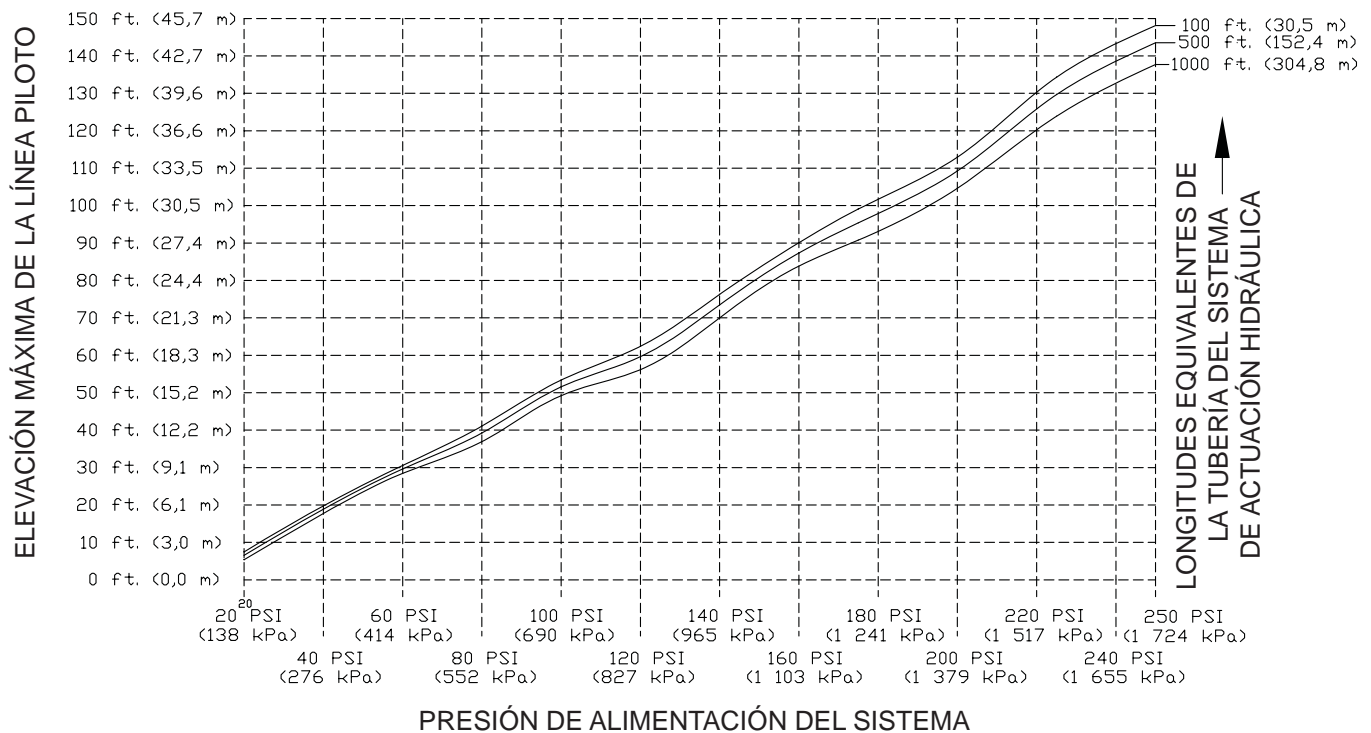

Figura 1
C. Mantenimiento (Véase la Figura 1)
4. Desmontaje de la válvula (Véase la Figura 1)
- a. Poner la válvula fuera de servicio (véase la Figura 1).
- c. Separar la tapa (3):
- i. Quitar todos los tornillos (7) y romper el precinto de la tapa.